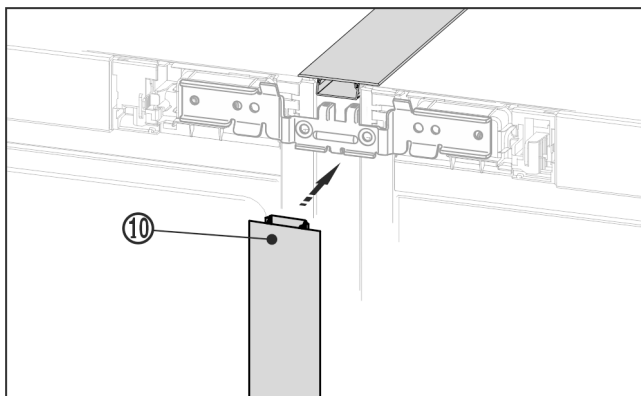

Fig. 26
- Auf der Vorderseite die lange Abdeckleiste Fig. 26 (10) in den vertikalen Spalt drücken. Darauf achten, dass die Leiste auf dem Verbindungsblech aufsteht.